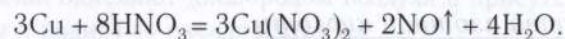

Рис. 90. Продукты взаимодействия азотной кислоты с металлами
Состав продукта восстановления азотной кислоты (X) зависит от многих факторов, но прежде всего от концентрации кислоты в растворе и от природы металла (рис. 90). Напомним, что при взаимодействии азотной кислоты с металлами водород, как правило, не выделяется.
Если с кислотой взаимодействуют активные металлы (например, Ca, Mg, Zn), то при увеличении степени разбавления HNO_3 и при повышении температуры последовательно образуются продукты восстановления азота (см. рис. 90): оксид азота(II) NO, оксид азота(I) N_2O , азот N_2 и нитрат аммония NH_4NO_3 .